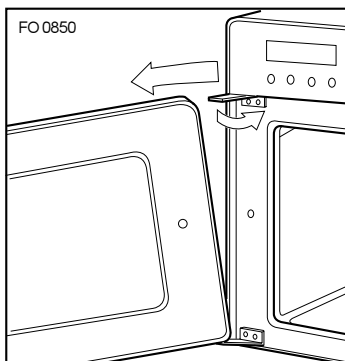

Fig. 16
- Fig. 16) Incliner légèrement la porte en avant et refermer le bras de la charnière supérieure.